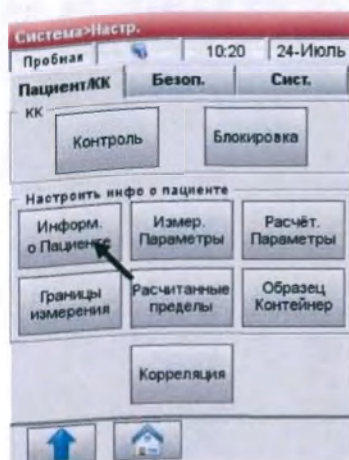

Рис.3-15 Выберите Информация о пациенте
- В таблице **<Пациент/КК>**, нажмите **<Информация о Пациенте>** (Рис.3-15).